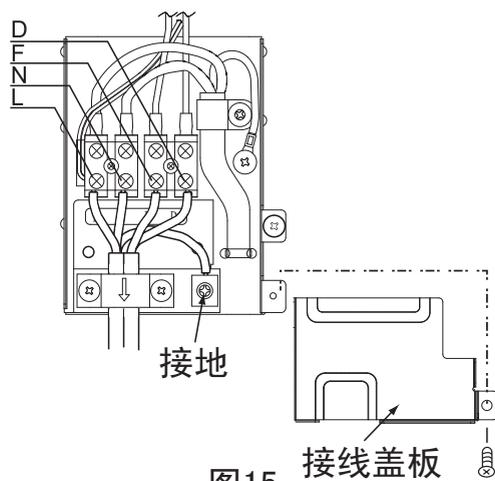

图15
- 先将连接电缆如下图将头部弯折。（如图15）
- 连接电缆连接结束后，必须按图15所示装上接线盖板。
- 然后用手将面框右下角风室下盖板 ①、② 处的勾子沿箭头相反方向推紧，装上风室下盖板。